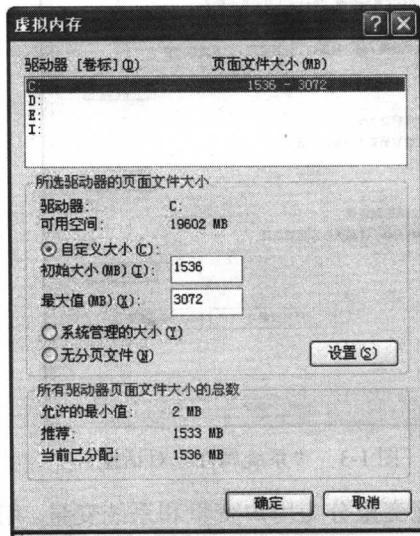

图 1-7 “虚拟内存”对话框
(2) 在“性能选项”对话框中单击“更改”按钮，系统弹出如图 1-7 所示“虚拟内存”对话框。
(3) 选择驱动器并添加初始大小和最大值，完成后单击“设置”按钮并重新启动系统，